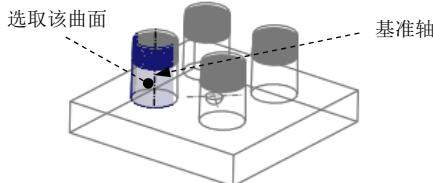
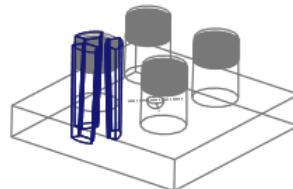

图 25.29 创建基准轴
图 25.30 阵列结果
Step4. 创建图 25.29 所示的基准轴，操作过程如下。
- (1) 单击 **模具** 功能选项卡 **基准** ▾ 区域中的“轴”按钮 .
- (2) 选取图 25.29 所示的曲面。
- (3) 在“基准轴”对话框中单击 **确定** 按钮。
Step5. 在“阵列”操控板中输入要阵列的个数 3，输入阵列成员间的角度值 120，单击“阵列”操控板中的  按钮，结果如图 25.30 所示。